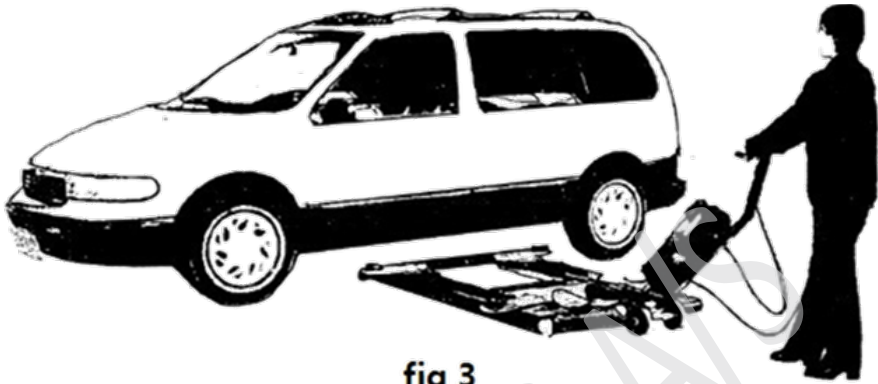

fig 3
2. Skub liften til passende stilling. (som vist på fig.3).